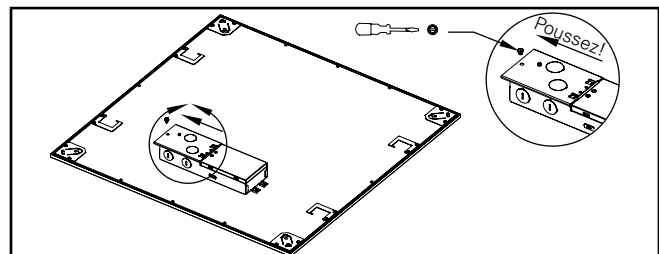

Figure 1.
3. Repérez le couvercle de la boîte de jonction du luminaire et glissez-le afin de le retirer. (Figure 1.)